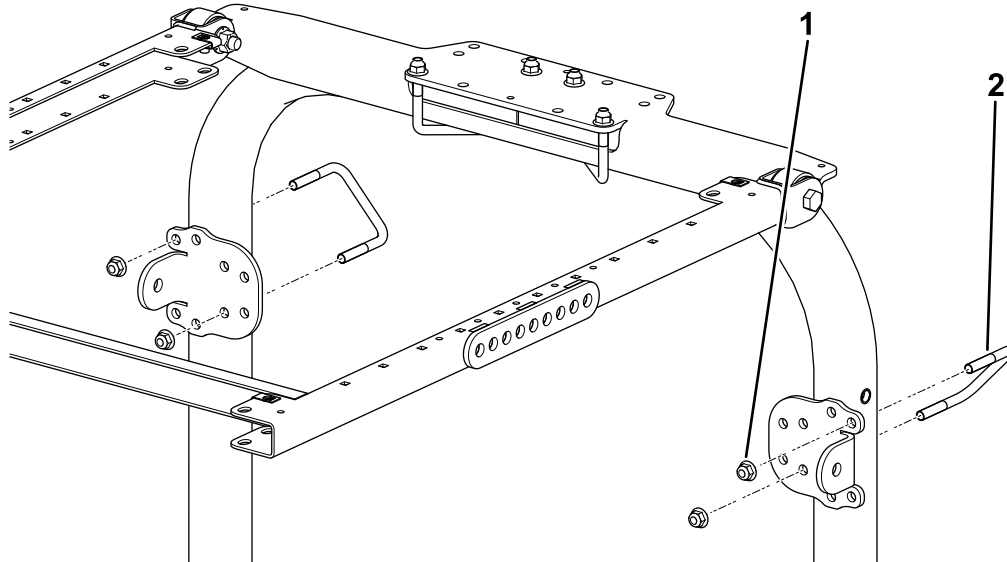

Bild 11
10. Befestigen Sie die Befestigungshalterung des Überrollschutzes mit zwei U-Bügeln (4½" x 2¾") und vier Bundmutter in den in Bild 11 abgebildeten Befestigungslöchern an der Oberseite des Überrollbügels.